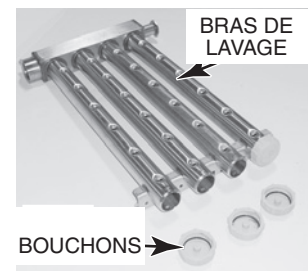

Fig. 29
5. Enlever les bras de lavage et les bouchons à chaque extrémité (Fig. 29) et pousser ce qui obstrue les gicleurs à l'intérieur des bras. Bien rincer les bras de lavage dans un évier et remettre les bouchons en place.